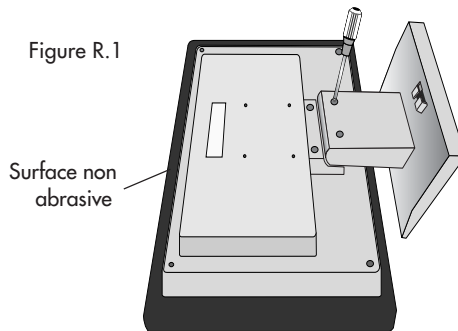

Figure R.1
2. Placez le moniteur avec l'écran vers le bas sur une surface non abrasive (Figure R.1).
3. Enlever les 2 vis sur le support puis soulever ce dernier (Figure R.1).
1. Placer le moniteur partie avant en contact avec une surface non abrasive (**Figure R. 1**).